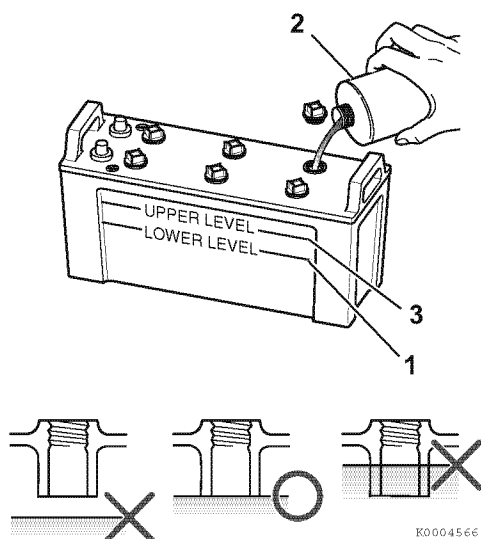

Figura 7
4. Si el nivel es inferior al nivel de llenado mínimo (1, **Figura 7**), rellene con agua destilada (2, **Figura 7**) (disponible en tiendas de ultramarinos) hasta el límite superior (3, **Figura 7**) de la batería.